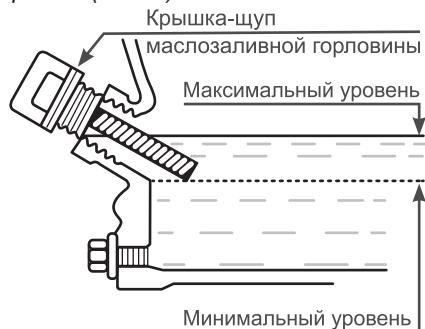

Рис. 8 Проверка уровня масла в картере
Максимальный уровень масла в картере соответствует нижней кромке заливного отверстия (Рис. 8).
5. При недостаточном уровне масла в картере необходимо долить чистое масло до верхней отметки на щупе, что соответствует нижней кромке залывного отверстия (Рис. 8).